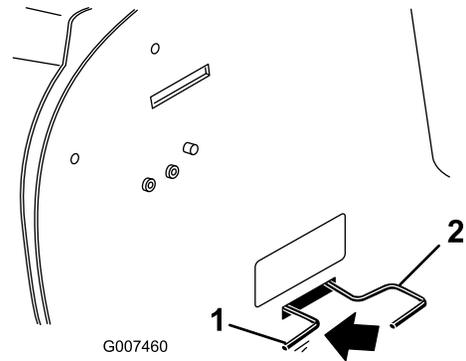

Bild 12
5. Drücken Sie die Antriebsstange hinein und schieben Sie sie nach links, um sie zu arretieren (nur Modell 70186) (Bild 12).